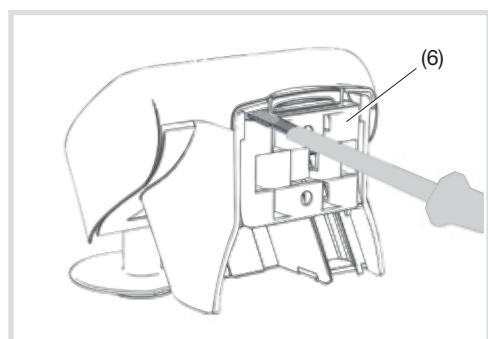

Figura 4: allentare il supporto per fissaggio su pa/lo/a parete
La stazione meteorologica viene fornita con un supporto da parete o da palo (6). Il supporto è fissato alla parte posteriore dell'involucro (figura 4).
- Per staccare il supporto per fissaggio su palo/a parete (6), svitare mediante un cacciavite e spingerlo verso il basso (figura 4).